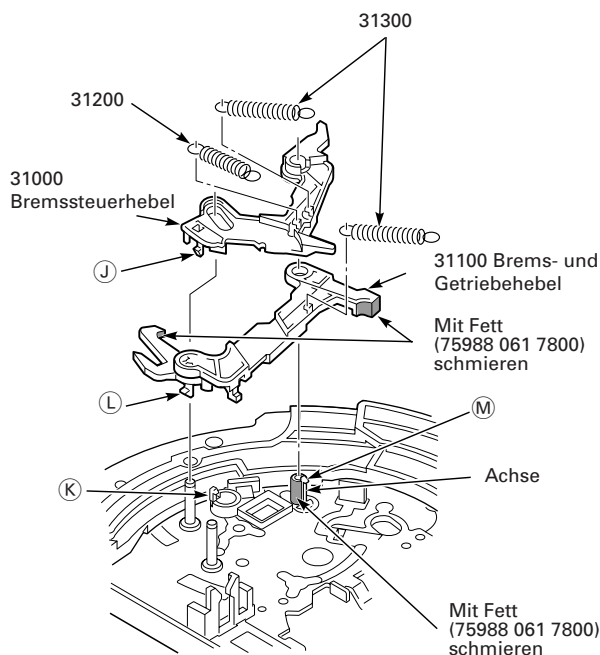

Fig. 8.22
- Rasthaken (J), dann Rasthaken (K) ausrasten und Bremssteuerhebel (31000) herausnehmen (Fig. 8.22).
- Bremsrückholfedern (31300) und Getriebefeder (31200) aushängen (Fig. 8.22).
- Rasthaken (L), dann Rasthaken (M) ausrasten und Brems- und Getriebehebel (31100) herausnehmen (Fig. 8.22).
- Verwenden Sie zum Schmieren des Brems- und Getriebehebels (31100) ausschließlich das Schmiermittel **75988 061 7800** und beachten Sie die Schmierhinweise in Fig. 8.22 !
- Bremsrückholfeder (31300) aushängen (Fig. 8.22).